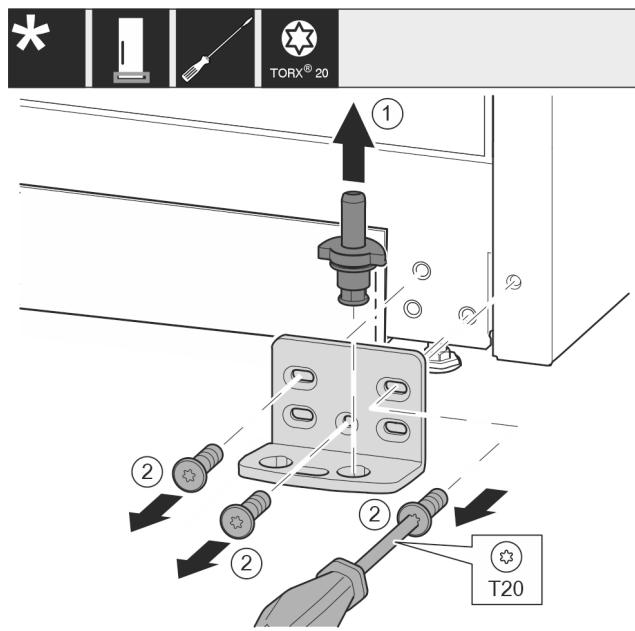

Fig. 12
- Izvucite podložak ležaja kompletno prema gore. Fig. 12 (1)
- Odvijačem T20 odvijte vijke i skinite podložak ležaja. Fig. 12 (2)